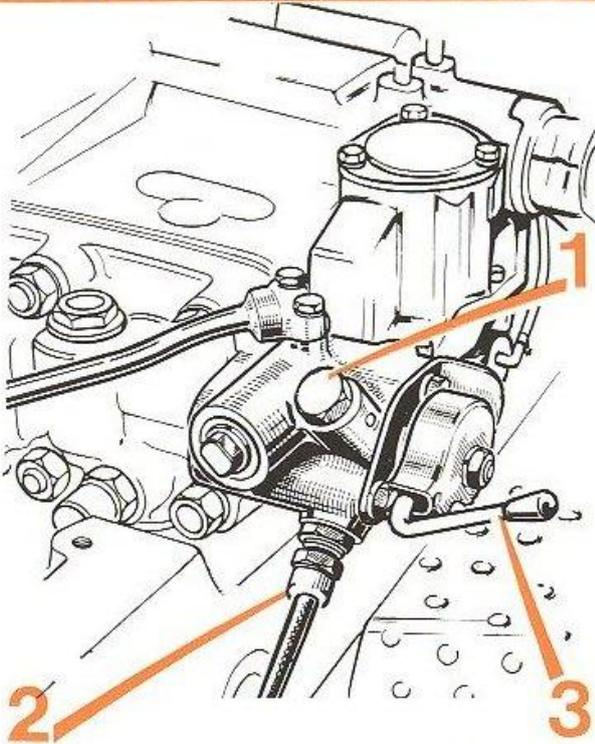

FIG. 64
a) branchement simple effet (fig. 64)